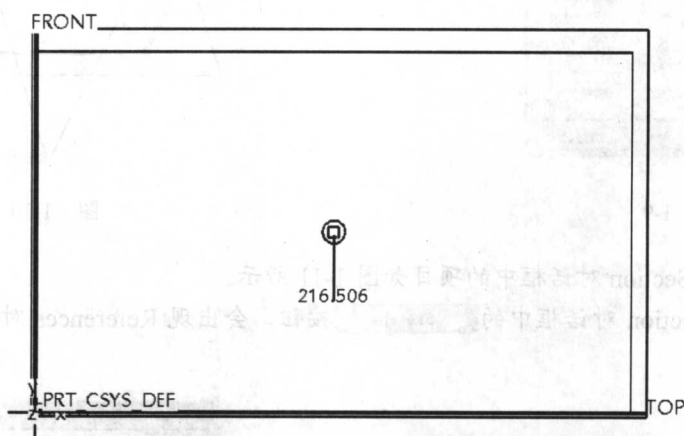

图 1-14
- (10) 在特征工具栏中, 单击  图标, 完成草图绘制。这时, 在模型显示区显示的模型如图 1-14 所示。